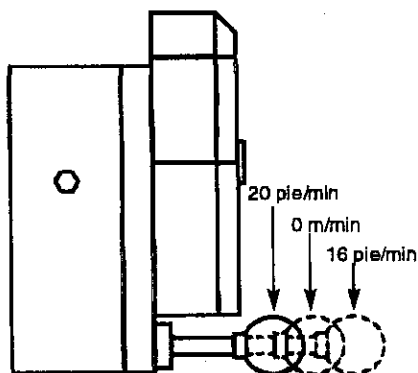

Figura 11 – Ajuste del sistema de alimentación mecánico
- Para engranar la velocidad baja de alimentación (16 pies/min), tire de la perilla de velocidades alejándola de la cepilladora (véase la Figura 11).
- Para engranar la velocidad alta de alimentación (20 pies/min), oprima totalmente la perilla de velocidades acercándola a la cepilladora (véase la Figura 11).
- El sistema de alimentación mecánico se puede desengranar llevando la perilla de velocidades a la posición del centro o neutro (véase la Figura 11).